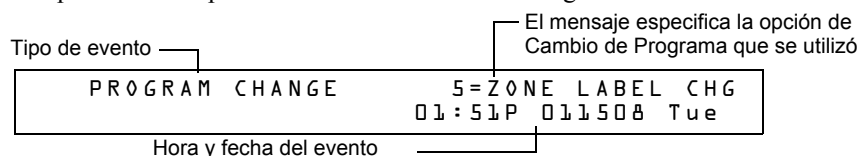

Figura 4.18 Ejemplo de pantalla de evento de cambio de programa
- Programar las entradas (Cambio de Programa y Cambio de Estado, pero no Estado de Lectura), junto con un número (0-9) que indica el submenú de programación (por ejemplo, 0=Eliminar). Por ejemplo, vea Figura 4.18.